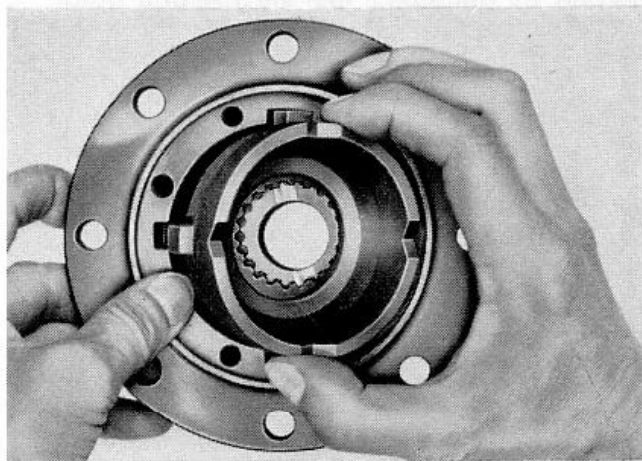

Abb. 10
3. Einen Druckring (7) auf die Lamellen legen (Abb. 10).